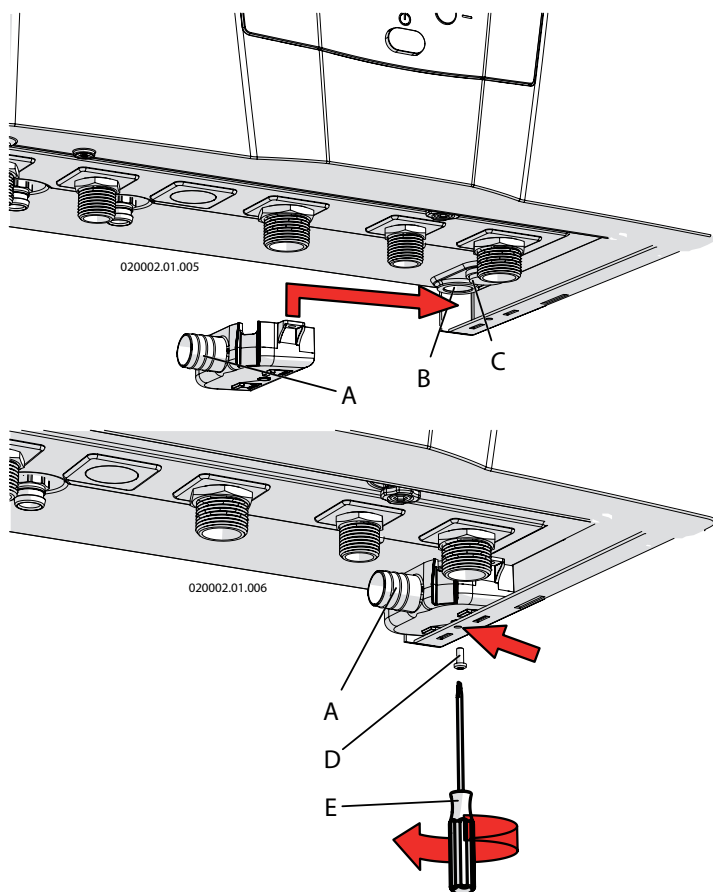
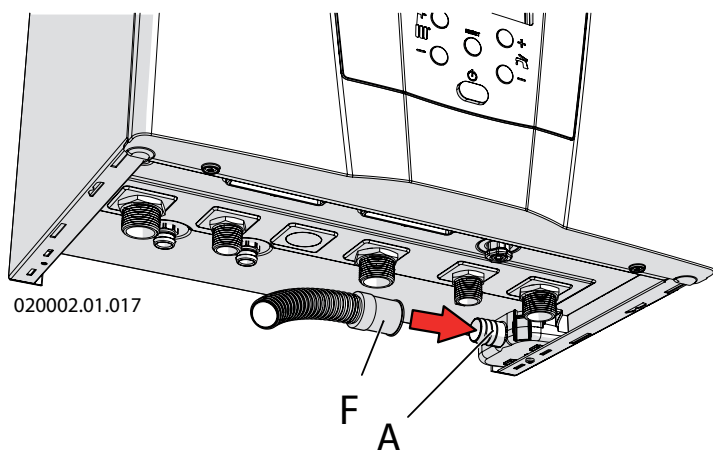
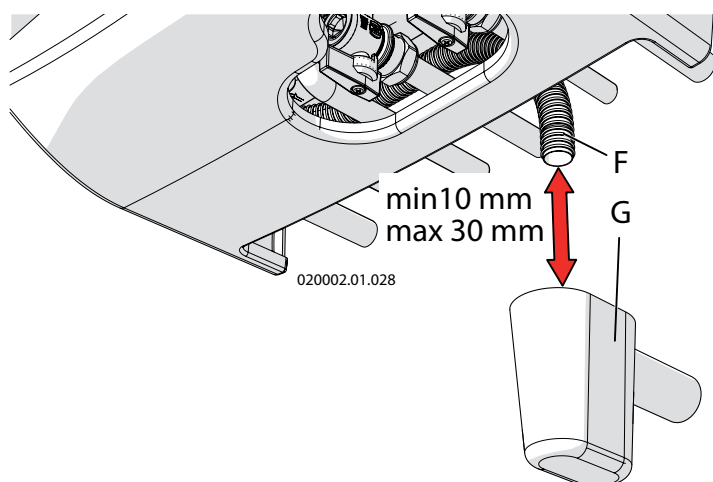

Figura 5-5 - Collegamento scarico valvola di sicurezza e scarico condensa
Figura 5-6 - Tubo di scarico condensa
Figura 5-9 - F = tubo di scarico condensa
L'apparecchio è predisposto all'interno di un sifone per l'evacuazione dei condensati (vedere figure 3-2 e 3-4 particolare "40") e per prevenire la fuoriuscita dei prodotti della combustione, la cui terminazione corrisponde al condotto "B" di cui alla figura 5-5. Tale terminazione deve essere convogliata in un ulteriore sifone anti odori (figura 5-9 particolare "G") in modo da prevenire il ritorno di cattivi odori in ambiente (il sifone anti odori "G" è fornito su richiesta).
La vaschetta "A" è montata di fabbrica come indicato in figura 5-5, il tubo di scarico "F" è montato di fabbrica come indicato in figura 5-6.
- ☞ per locale ad uso abitativo e per locale ad uso ufficio con un numero di utenti superiore a 10, può essere collegato all'impianto di smaltimento reflui domestici a mezzo di opportuno sifone con disgiunzione atta a prevenire la pressurizzazione del sistema (sifone predisposto all'interno dell'apparecchio) e a prevenire il ritorno di cattivi odori dalla fogna (particolare "G" di figura 5-9). Se il locale ad uso ufficio ha un numero di utenti inferiore a 10, prima del collegamento con lo scarico dei reflui domestici è opportuno un neutralizzatore di condense (vedere il capitolo 9 per il valore di acidità delle condense e per la quantità).
Lo scarico della valvola di sicurezza (particolare "C" di figura 5-5), insieme allo scarico condensa (particolare "B" di figura 5-5) deve essere convogliato ad un tubo "F" (vedi figura 5-6) di diametro interno minimo di 13 mm; il tubo "F" deve poi essere portato al sifone anti odori (particolare "G" figura 5-9). Tale scarico con sifone è atto ad evitare sovrappressioni in caso di apertura della valvola e da modo all'utente di verificarne l'eventuale intervento.
Il tubo "F" di figura 5-6 è fornito di serie insieme alla vaschetta "A" di figura 5-5. Il sifone anti odori "G" di figura 5-9 è fornito su richiesta.